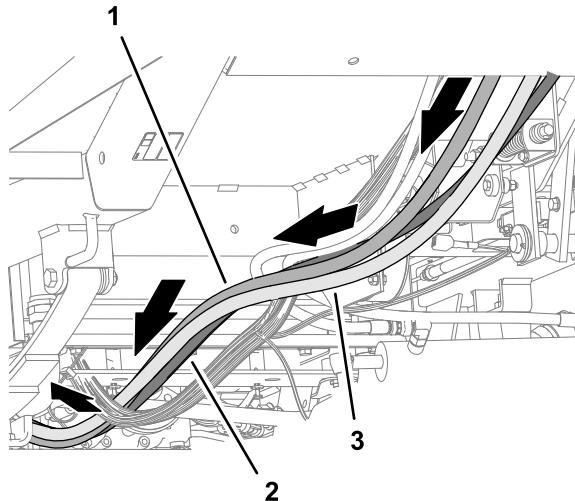

Figura 124
7. Encaminhe os 2 tubos da bomba hidráulica e o tubo do depósito de retorno para trás, ao longo do tubo da estrutura do lado direito da máquina (Figura 124).